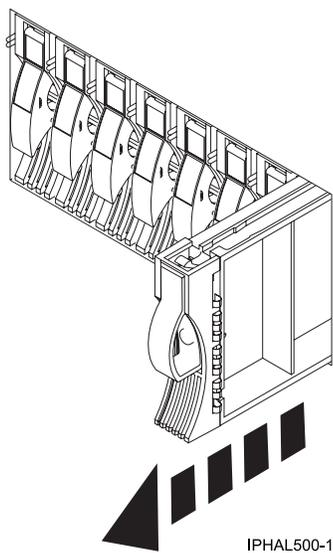

Figura 54. Extracción de l panel de relleno de una unidad de disco de un modelo o 7311-D20
4. Tire del panel de relleno para sacarlo de la ranura. Tire del panel de relleno para sacarlo de la ranura que desea utilizar, como se ve en Figura 54 en la página 80.